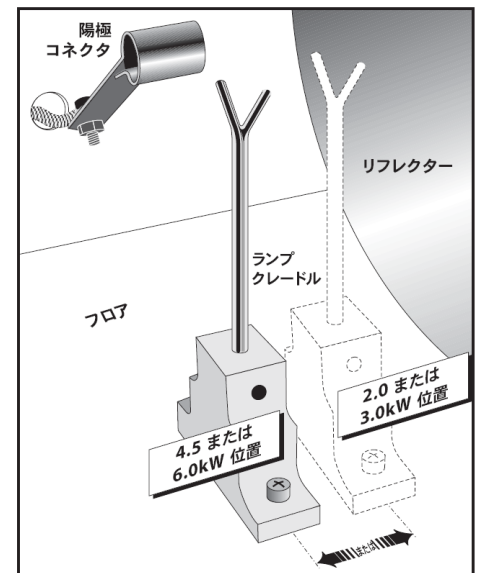

図 2.22 クレードルを 2.0 または 3.0kW ランプ用に戻す
- ❑ 2.0 または 3.0kW ランプの場合、クレードルをリヤ位置、すなわちリフレクター側に約 1 インチ近い位置に移動します。図 2.22 を参照してください。